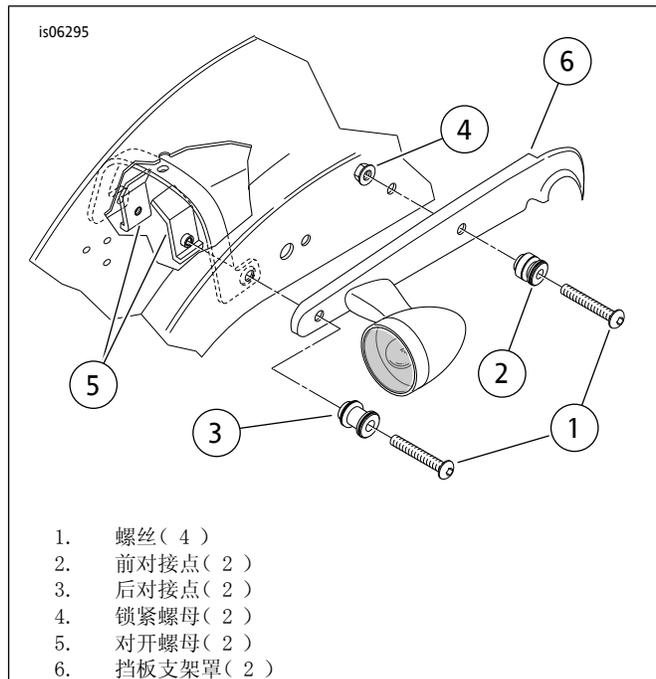

图3。对接点-仅刚性附件或边箱
1. 参见图3。参阅该套件中的说明安装对接五金套件90201424。